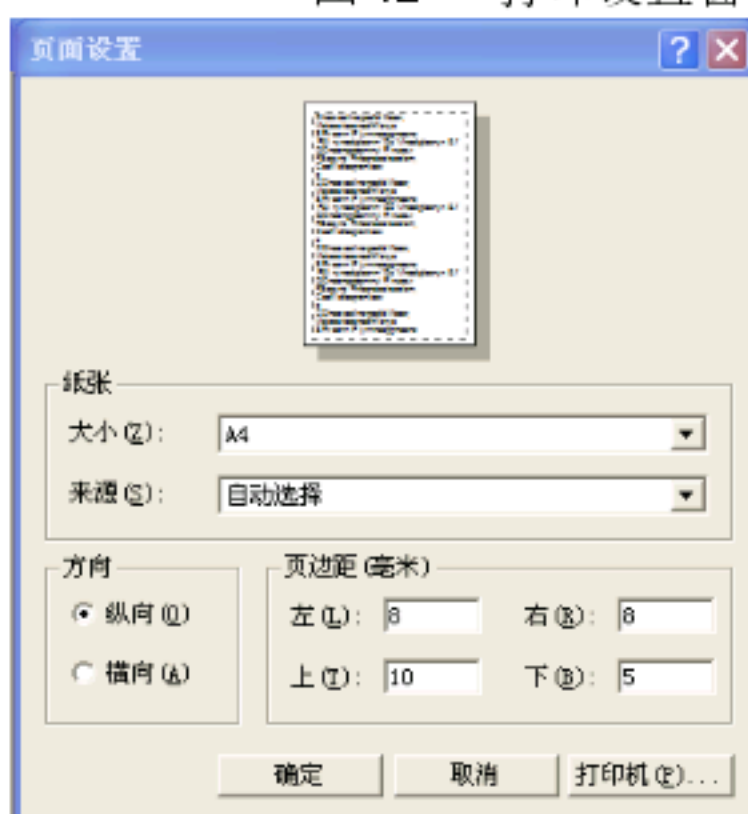

图 13 页面设置窗口
- 4.2. 页面设置 : 点击“”打开页面设置窗口（如图 13）页面设置对话框进行纸张、方向和页边距设置，由于打印设置窗口有设置打印机本窗口无需按“打印机”键进行打印机设置，选择完后按确定键保存并退出。